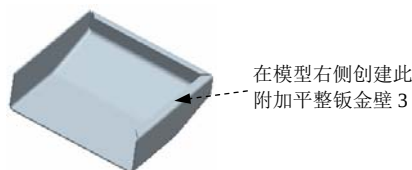
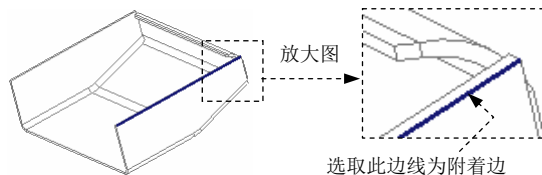

图 11.6.27 平整特征 3
图 11.6.28 定义附着边
Step11. 创建图 11.6.27 所示的右侧附加钣金壁平整特征 3。
(1) 单击 **模型** 功能选项卡 **形状** ▾ 区域中的“平整”按钮 。
(2) 在系统  选择“一个边连到壁上。”的提示下，选取图 11.6.28 所示的模型边线为附着边。